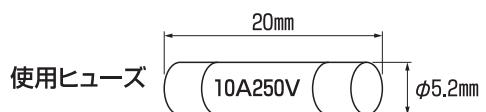

図1
- 工程4で図1のように位置決めされましたホルダーのカット面にパラレルcheckerを差し込んでいただきます。
- 本体の電源差し込み口の下部にヒューズボックスが備え付けられています。図1のよう にマイナスドライバーなどで引き抜くとヒュ ーズボックスが外れます。